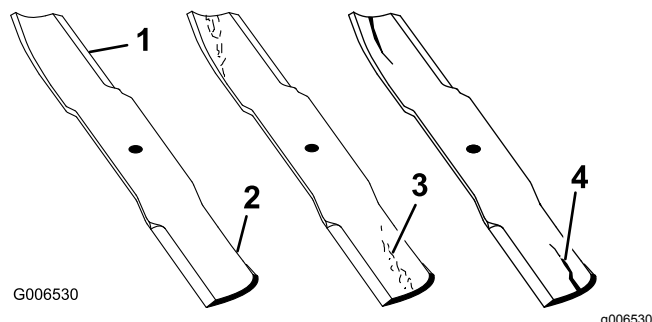

Figura 106
1. Inspeccione los filos de corte (Figura 106).
4. Si observa fisuras, desgaste o la formación de una ranura en esta zona, instale de inmediato una cuchilla nueva (Figura 106).